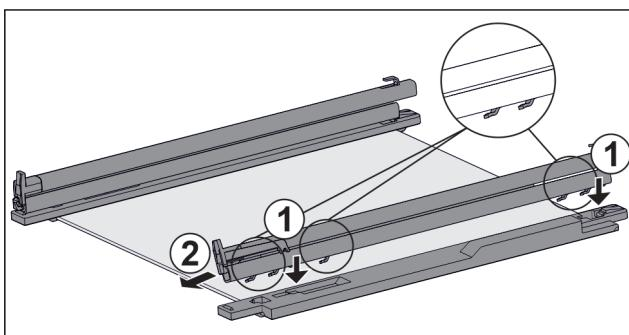

Fig. 59 Sklenená doska s koľajničkami a prídržnými dielmi
- Nasadte háky koľajničky na otvory **ľavého** prídržného dielu. Fig. 59 (1)
- Potiahnite koľajničku dopredu. Fig. 59 (2)
- Nasadte háky koľajničky na otvory **pravého** prídržného dielu. Fig. 59 (1)